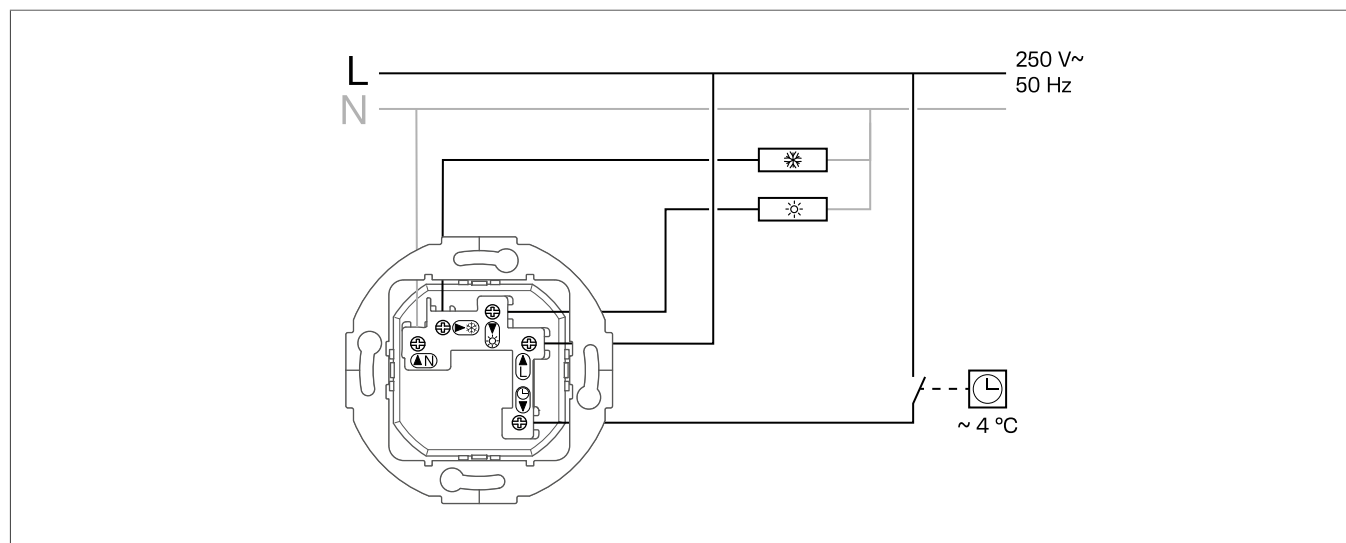
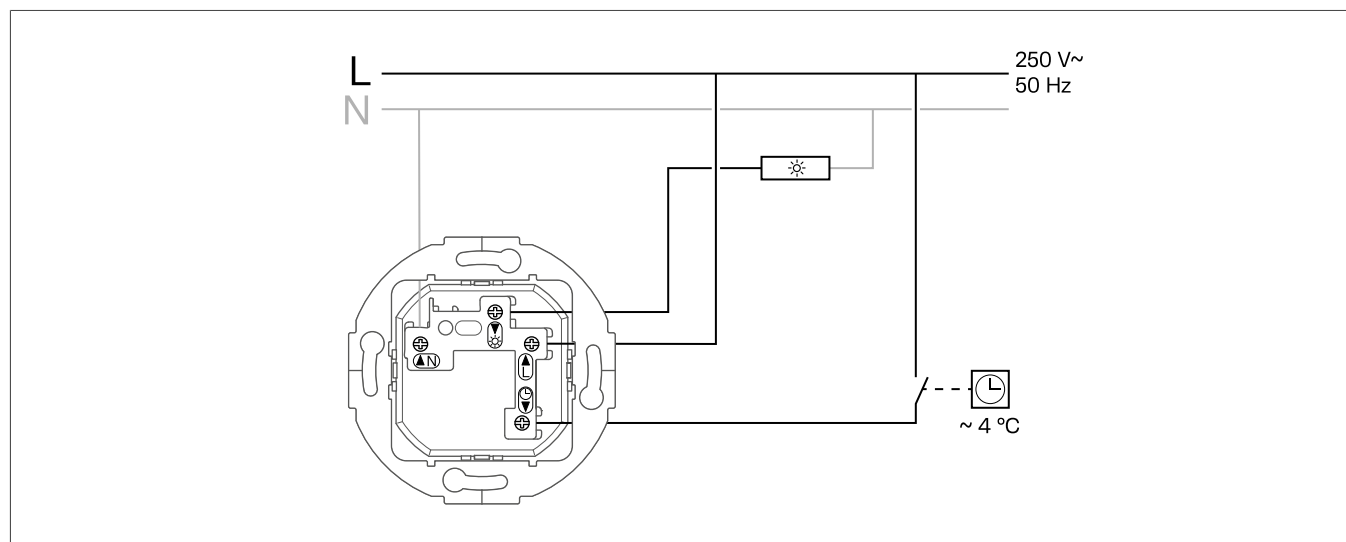

Fig. 4: Schema di collegamento per termostato ambiente, contatto di commutazione
Fig. 5: Schema di collegamento per termostato ambiente, contatto di apertura
- 1 Collegare il termostato (1) secondo lo schema di collegamento (Fig. 4 o Fig. 5).